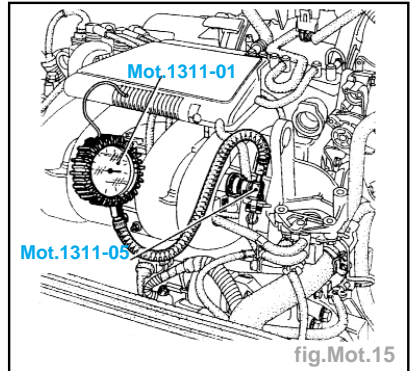

fig.Mot.15
- Mettre en place le manomètre 0 : 10 bars ainsi que le tuyau souple Mot. 13 +11.01 (fig. Mot.15).